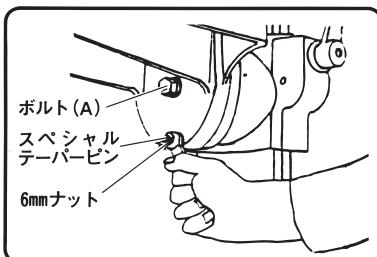

図 8
(1) 6mmナットを締め込み、スペシャルテーパーピンを抜きます。(図8)
(3) テーブル角度調整後、ボルト(A)を締付けテーブルを固定してください。(図8)
(1) テーブルの刻印線を目盛「0」に合わせ、抜いておいたスペシャルテーパーピンを軽くたたいて打込んでください。
(2) 次にボルト(A) (図8参照) を締付けます。
(3) 最後にスペシャルテーパーピンが抜けない程度に6mmナットを軽く締めておいてください。